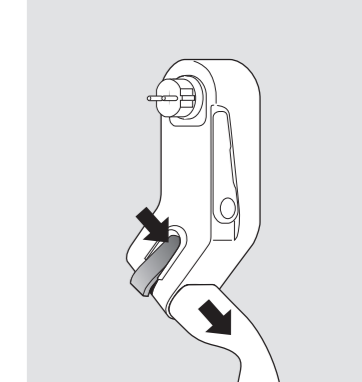

Fig. 3: Deblocarea prizei Tip 2
2. Decuplați adaptorul Mobility Dock (A) de la priză de alimentare cu energie
3. Deblocați (D) suportul de perete (E) și aduceți-l în poziția de pornire
4. Dacă e necesar, deblocați ștecărul de încărcare cu ajutorul manetei portocalii (B) și scoateți-l din priză (a se vedea fig. 3)